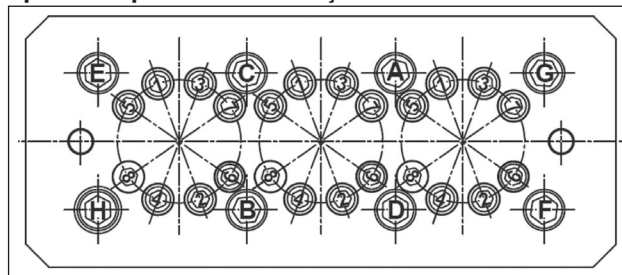

Fig. 51
- ** Os parafusos de fixação do cabeçote devem ser apertados, respeitando as fases e a ordem relacionada no esquema da Fig. 51.
- *** Os parafusos de fixação da camisa devem ser apertados, respeitando as fases e a ordem relacionados no esquema da Fig. 51.